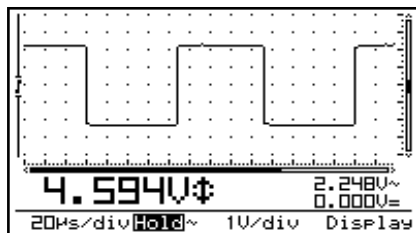

Fig 14
- **Dot grid :** se divide la pantalla en puntos de referencia. (Fig. 14)